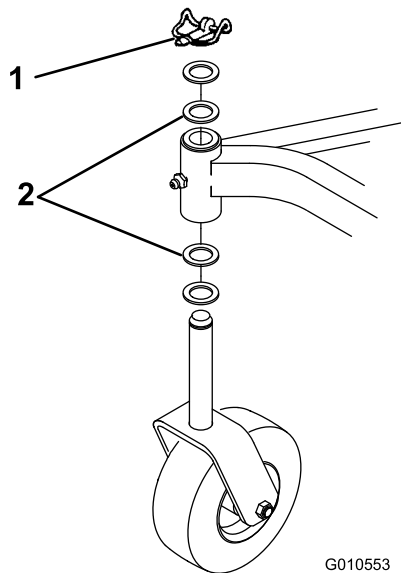

Figura 26
- A. Gli elementi di taglio generalmente azionati a un'altezza di taglio tra 25 e 51 mm dovranno avere il lato inferiore dell'elemento di taglio sollevato. Rimuovete l'acciarino che fissa la ruota orientabile sull'estremità inferiore (Figura 26) e il gruppo ruota orientabile.
- C. Se l'elemento di taglio è azionato a un'altezza di taglio tra 51 e 102 mm, abbassate il lato superiore dell'elemento di taglio. Rimuovete l'acciarino della ruota orientabile sull'estremità inferiore dell'unità e rimuovete il gruppo ruota orientabile (Figura 26).